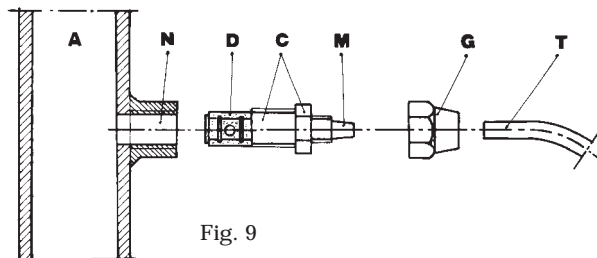

Fig. 9
- g. - Applicare sulla condotta dell'impianto da trattare, nel punto più idoneo per effettuare l'iniezione del prodotto da dosare, un raccordo da 3/8" gas femmina. Tale raccordo è escluso dalla fornitura. Avvitare la valvola di iniezione nel raccordo utilizzando come guarnizione del Teflon Fig. 9. Connettere il tubetto all'attacco conico della valvola d'iniezione e bloccarlo con l'apposita ghiera G. La valvola di iniezione è anche valvola di non ritorno.
### 3.1 - SCHEMA DI MONTAGGIO VALVOLA DI INIEZIONE Fig. 9